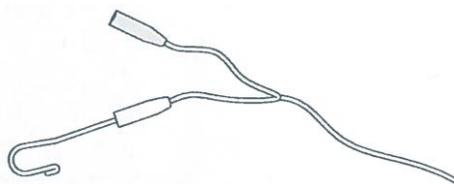

Рисунок 27
- 5.1.2 Вставьте загубник в белый порт измерительного провода (см. Рисунок 27).